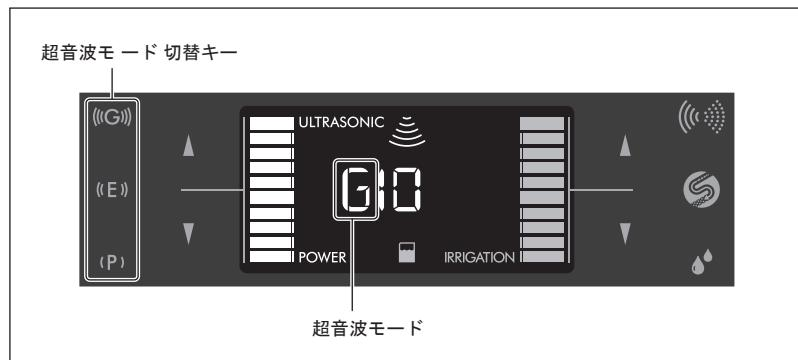

図19
- 超音波モード切替キーを押して、使用するモードを選択してください。選択されたモードが画面上にP/E/Gで表示されます（図19）。